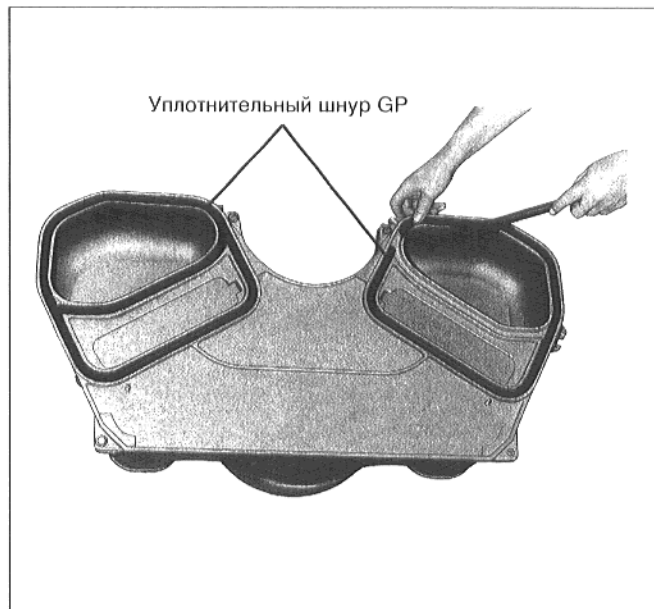

Рис. 21
- Вложить уплотнительный шнур GP в уплотнительные пазы соответственно изображению на рис. 21.